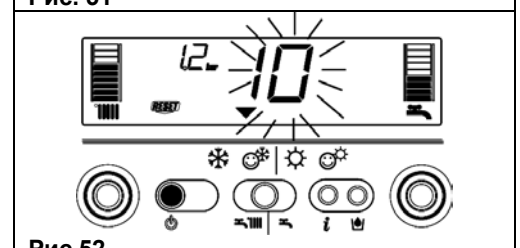

Рис. 52
2) Отображается только символ (рис. 52)